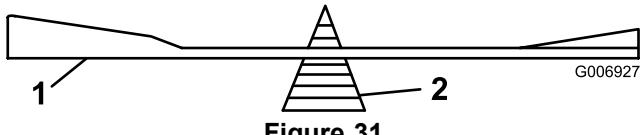

Figure 31
- Vérifiez l'équilibre de chaque lame en la plaçant sur un équilibrEUR (Figure 31). Si la lame reste horizontale, elle est équilibrée et peut être utilisée. Si la lame est déséquilibrée, limez un peu le dos de la lame. Répétez la procédure jusqu'à ce que la lame soit équilibrée.